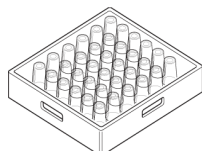

Fig.35
- 2- Le tazze e i bicchieri devono essere rivolti verso il basso. (Fig.35)